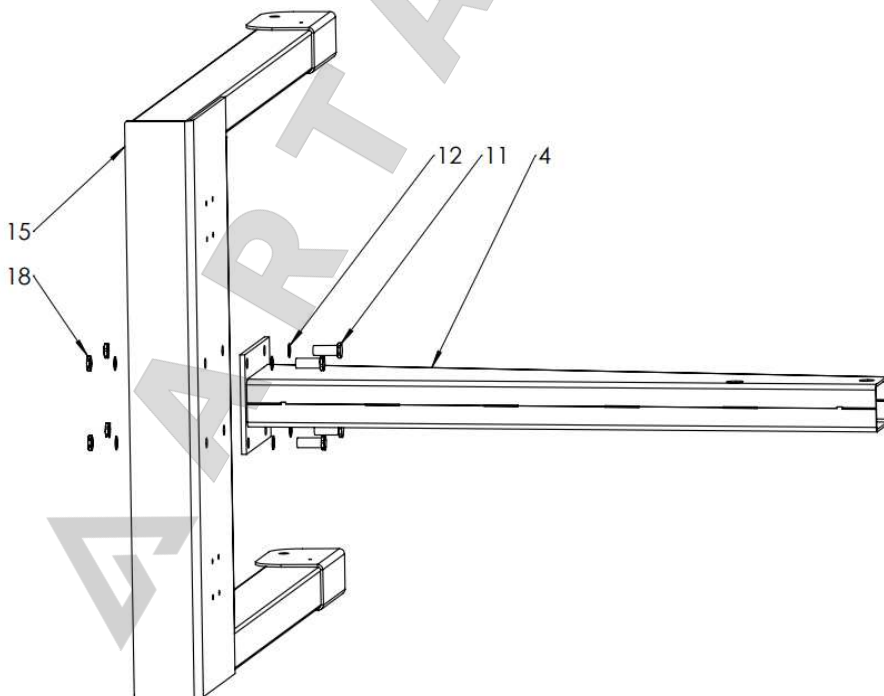

Рисунок 6.
Поставьте основание (15) см. рис. 6, на правую сторону и зафиксируйте его, поднимите башню (4) и прикрутите к основанию используя болт (11) шайбу, гровер (12) и гайку (18).